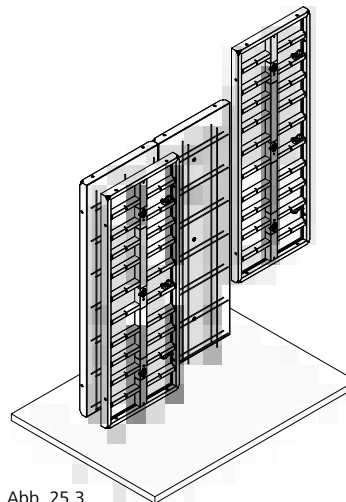

Abb. 25.3
2. Schließschalungselement stellen (Abb. 25.3).